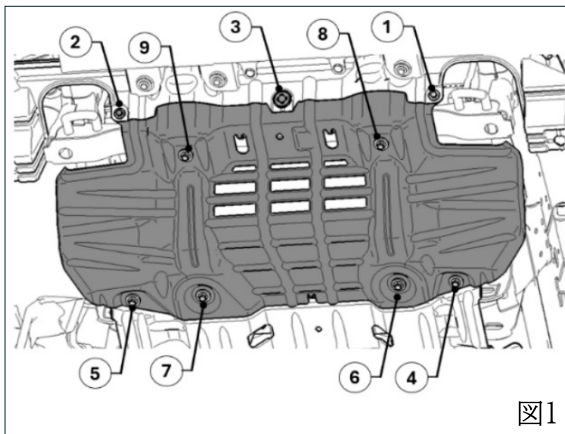

図1
(1)図1は締結の位置と取りはずす順番です。
締結位置は図1を参照。